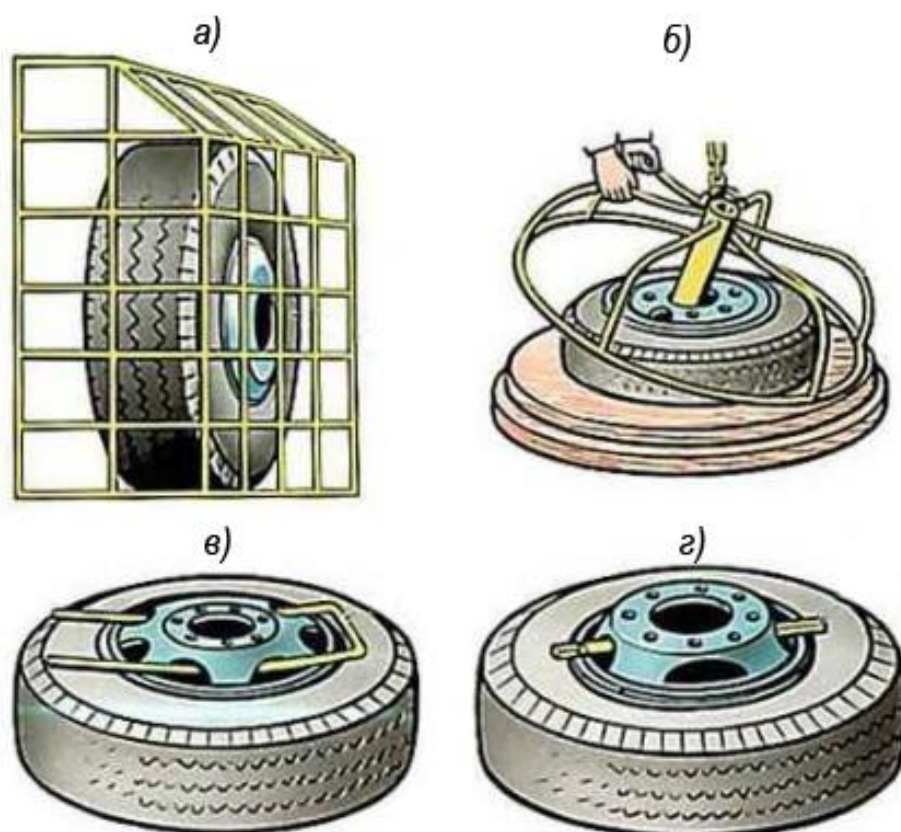

Рис. 1 – предохранительные устройства
3.24. Накачивание и подкачивание снятых с транспортного средства шин, должны выполняться в специально отведенных для этой цели местах с использованием предохранительных устройств, препятствующих вылету колец (рисунок 1).